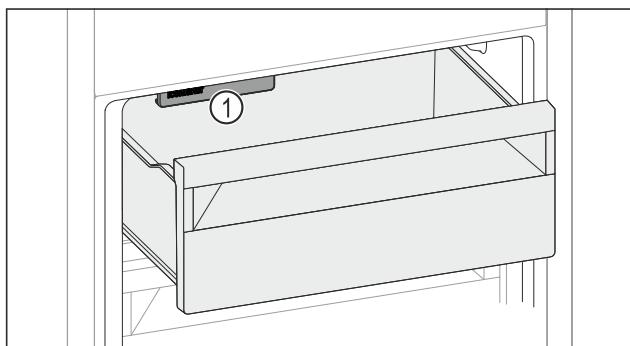

Fig. 160
- ▶ Luati în considerare IceMaker Fig. 160 (1).